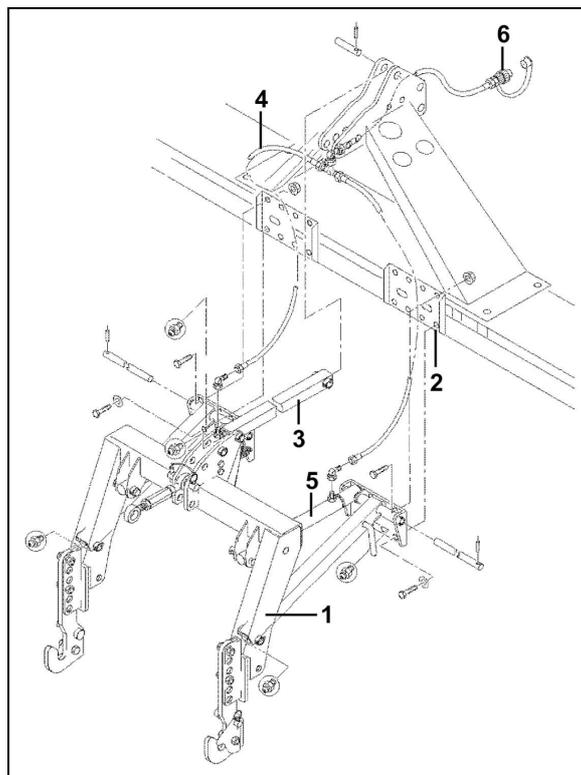

Fig. 63
2. Accrochez le Portacourt (Fig. 63/1) à un treuil ou un palan
3. Vissez les platines d'attelage du „Portacourt 2“ (Fig. 63/2) sur les plaques de l'outil de préparation du sol en utilisant pour chacune d'elles 5 vis six pans.
4. Fixez le tirant supérieur (Fig. 63/4) sur le 3 points supérieur de l'outil de préparation du sol, en utilisant un axe et goupilles en sécurité.
5. Connectez le flexible hydraulique pré-assemblé (Fig. 63/4) aux deux vérins hydrauliques (Fig. 63/5) et attachez le à l'outil de préparation du sol à l'aide d'attaches câbles.